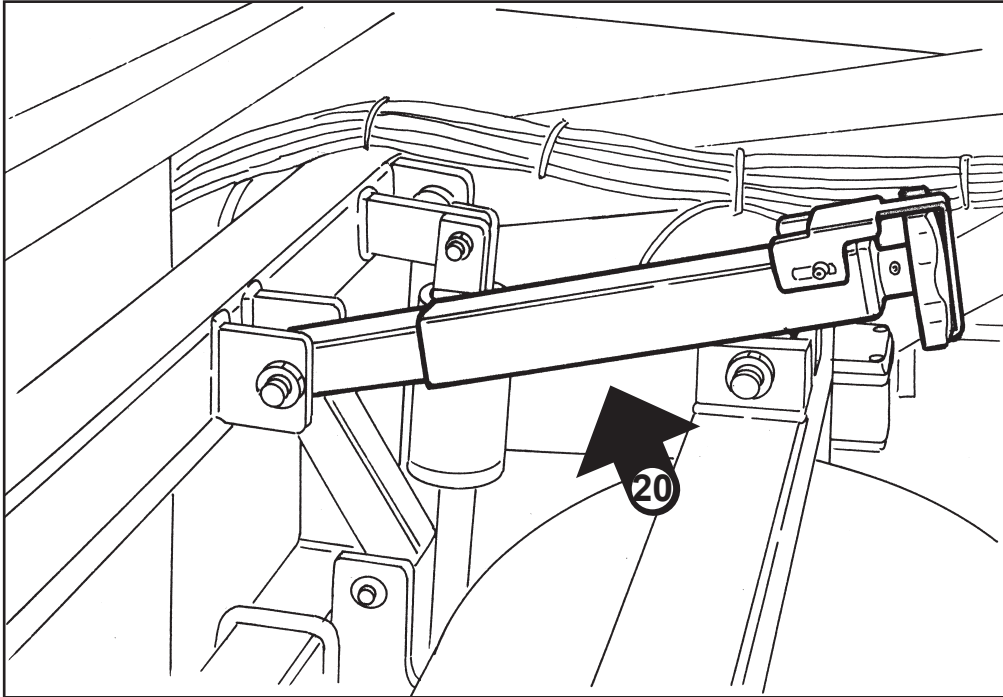
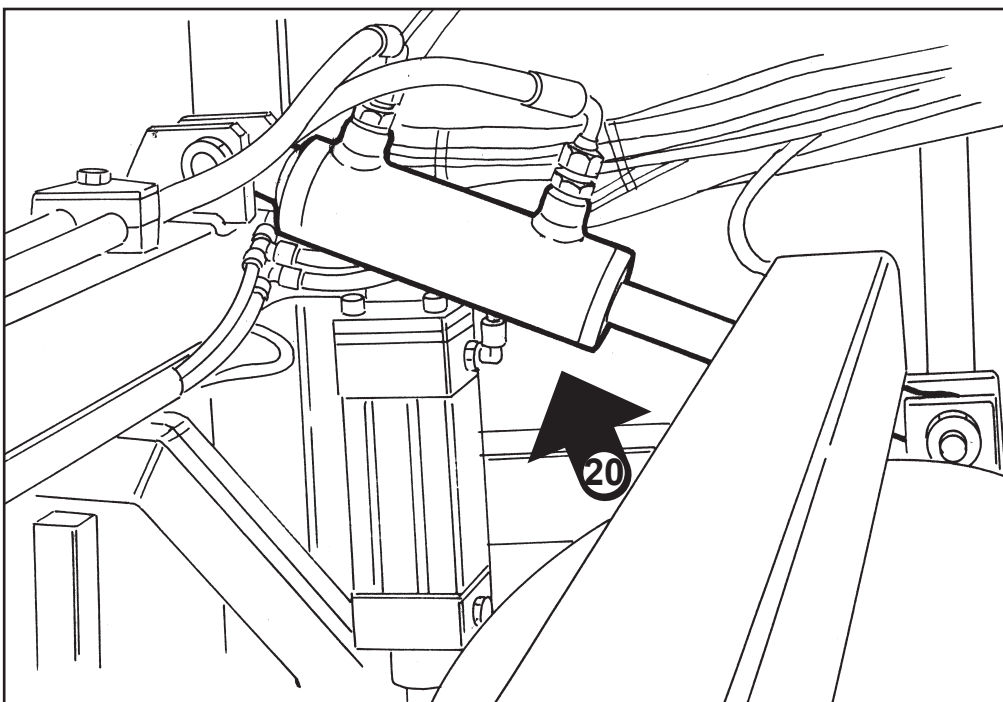

Fig. 1
Fig. 2
- 20) Regolazione profondità trapianto (Fig. 1 e Fig. 2).
- 20) Adjustment of transplanting depth (Fig. 1 and Fig. 2).
- 20) Réglage de la profondeur de repiquage (Fig. 1 et Fig. 2).
- 20) Regulación profundidad del trasplante (Fig. 1 y Fig. 2).